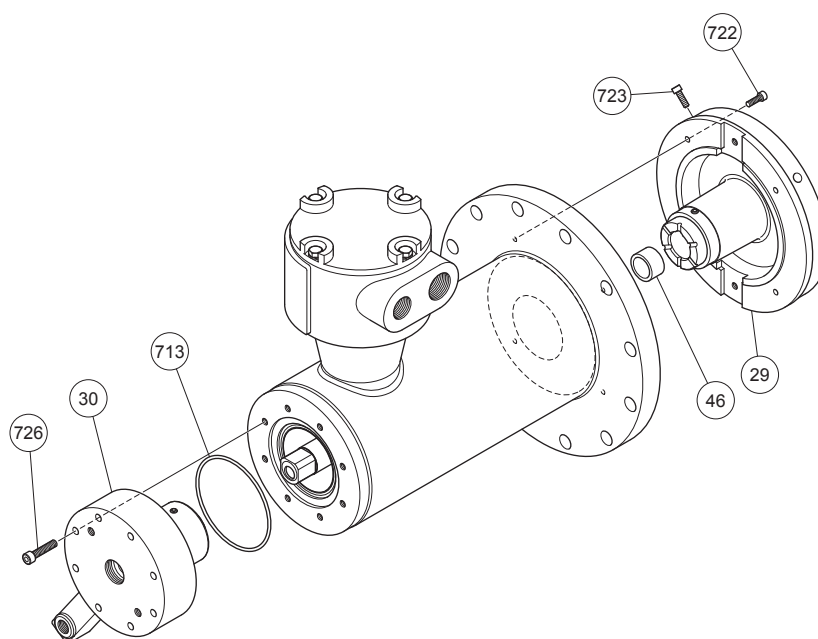

図 4 - 20 取り付け方法
- (4) R Bハウジング [30]、およびスペーサ [46]、F Bハウジング [29] の取り付け時にはOリング [713] を忘れないようにし、ボルト [722] [723] [726] を一様に締め付けてください。(図 4 - 20 参照)